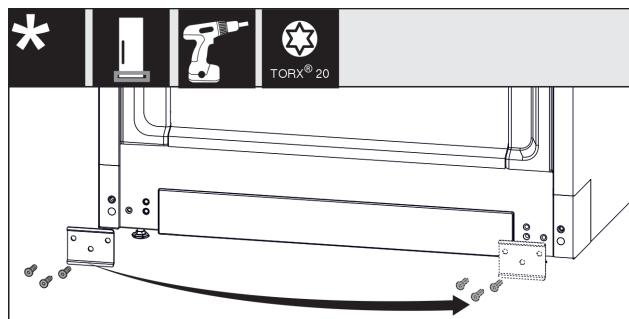

Fig. 10
- Открутите лист, переставьте на другую сторону и снова прикрутите. Fig. 10 (1)
- Снова установите крышку с другой стороны. (1)